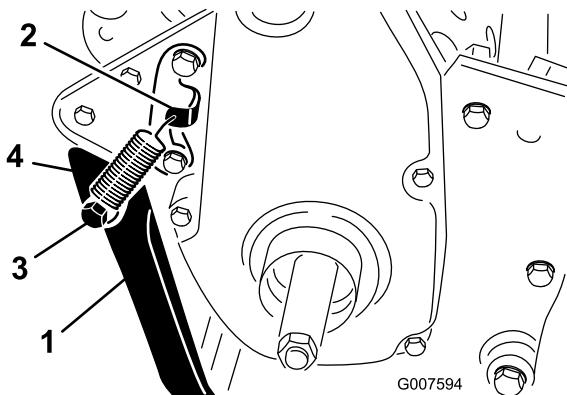

図 7
プリングブラケットの穴とスプリングスタッドの穴に引っ掛ける（図 7）。
- ボルト、ロックワッシャ、スペーサ、平ワッシャ、ロックナットを使って、キックスタンドをフレームの左右に固定する（図 7）。スペーサは、キックスタンドの取り付け穴に入れる。